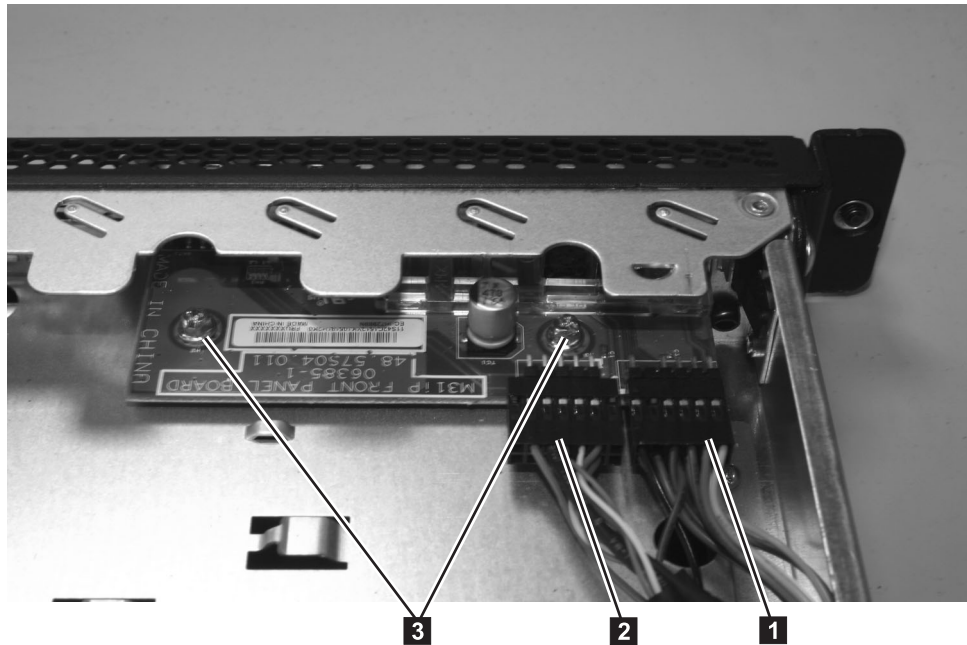

図 150. SAN ボリューム・コントローラー 2145-8A4 オペレーター情報パネル
5. オペレーター情報パネル を CD/DVD ベイ・ハウジングに固定しているねじ (186 ページの図 150 の **3**) を取り外します。
7. ライト・パネル・ケーブル **1** および USB ケーブル **2** を、オペレーター情報パネル・ボードから切り離します (図 150 を参照)。